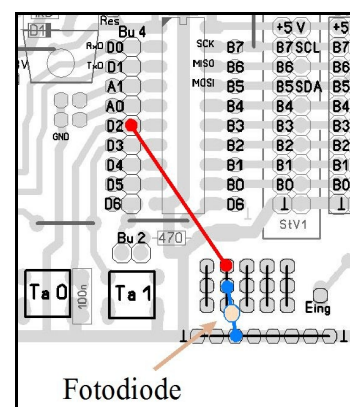

Abbildung 1
3.1 Stecken Sie die Fotodiode auf unsere Attiny-Platine wie in Abb. 1 dargestellt. Die Anschlüsse der Fotodiode müssen dazu ggf. etwas gespreizt werden. Achten Sie dabei auf die Polung.